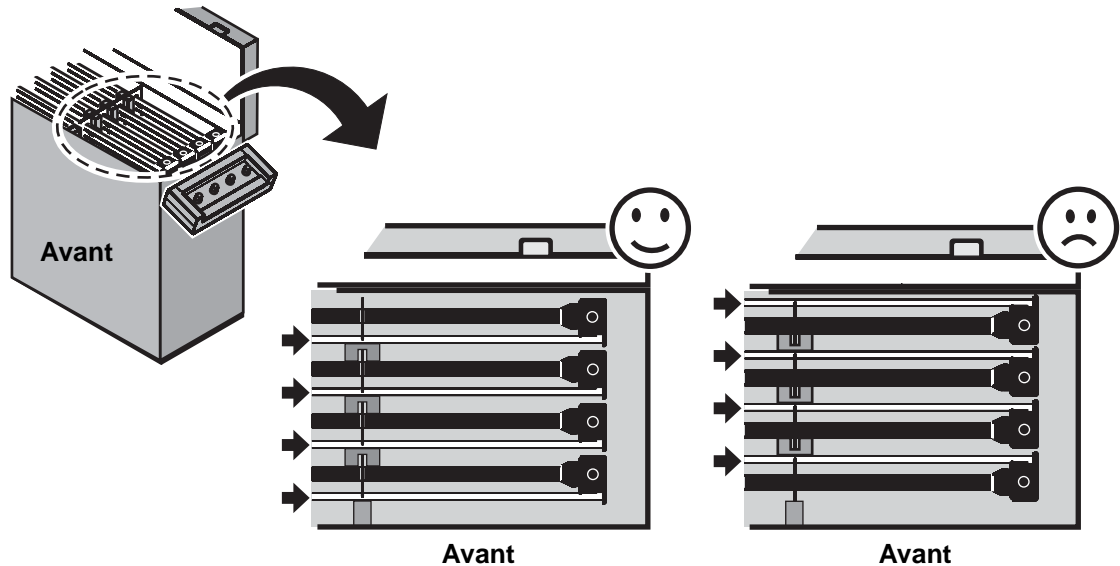

Figure 2: Orientation des panneaux dans le flight case
1. Insérez les panneaux, les tubes transparents vers la face avant du flight case comme indiqué Figure 2,